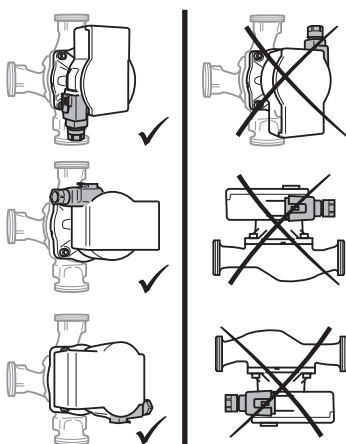

Fig. 2: Monteringsstillinger
- Velg monteringssted iht. tillatt monteringsstilling (Fig. 2).
- Ta hensyn til tillatt monteringssted (Fig. 2) for pumpen, drei ev. motorhodet (2+6).
- Ta hensyn til tillatt monteringsstilling (Fig. 2) og strømingsretningspilen på pumpehuset (1).
- Skru fast de 4 kapslingsskruene (5).